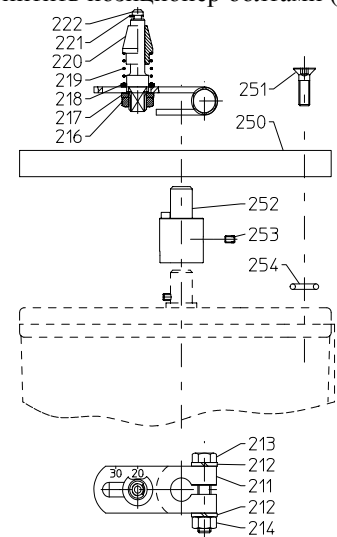
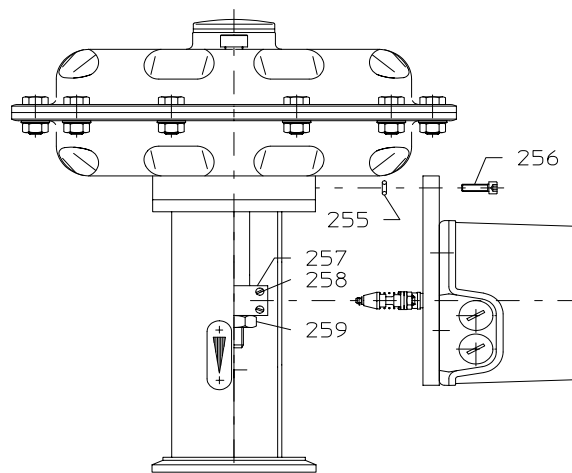

Рис.5
Рис.6
- Установить пружинный провод (Поз.201) на захватывающий рычаг (Поз.200) согласно рис.5 или рис.6 на стр.8.
– См. Рис.5 и рис.6.
201 205 **Рис.5** 200
200 **Рис.6** 201